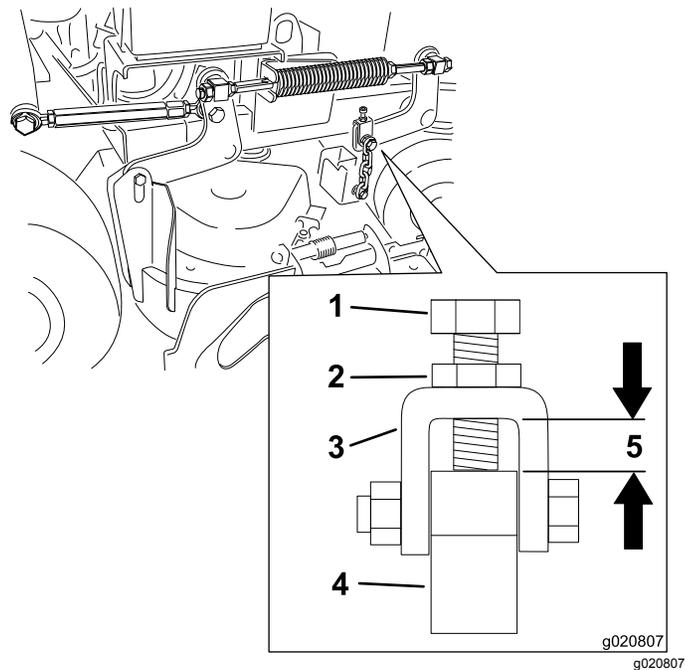

図 82
注 この適正距離は 図 82 に示すように 11 mm であることが必要。
6. 調整が必要な場合は、上チェーンボルトをゆるめる 図 82。
7. 図 82 に示す正しい距離になるように、ジャムナットをゆるめて調整ボルトで調整を行う。